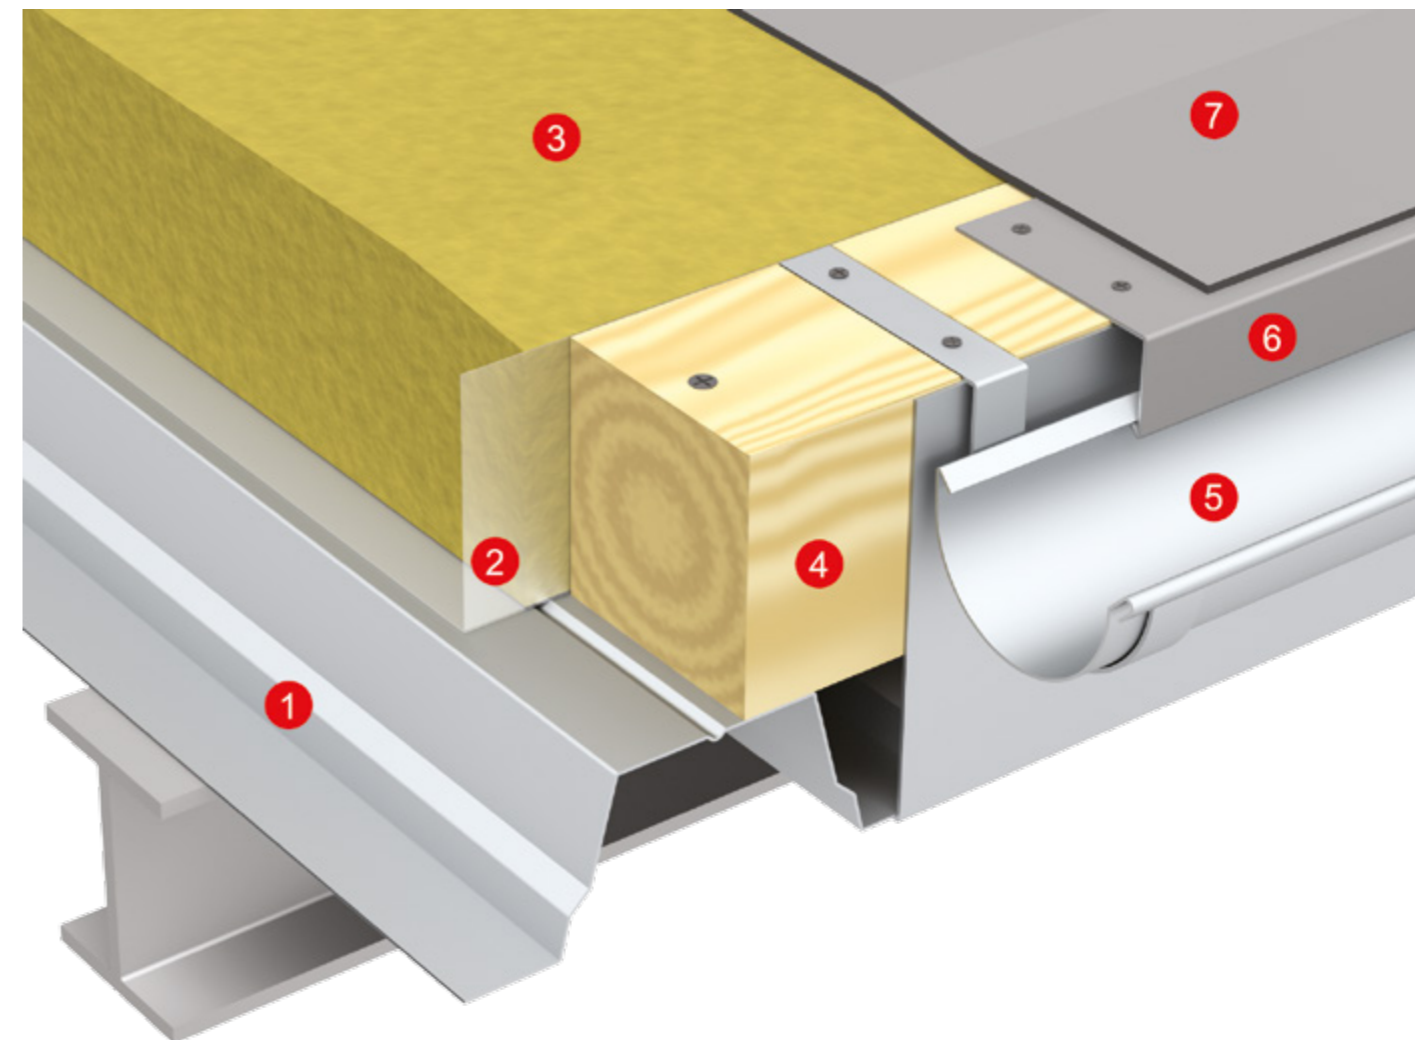

Рис. 18
3.10.3. Устройство неорганизованного водоотвода (см. рис. 18)